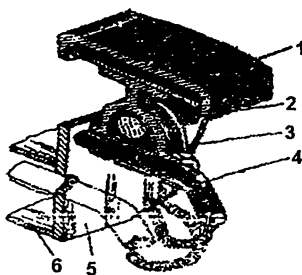

Рис. 15 – Крепление платформы на шасси:
4.4.2. Крепление платформы на шасси (рис.15) полуприцепа производится четырьмя пальцами 2.